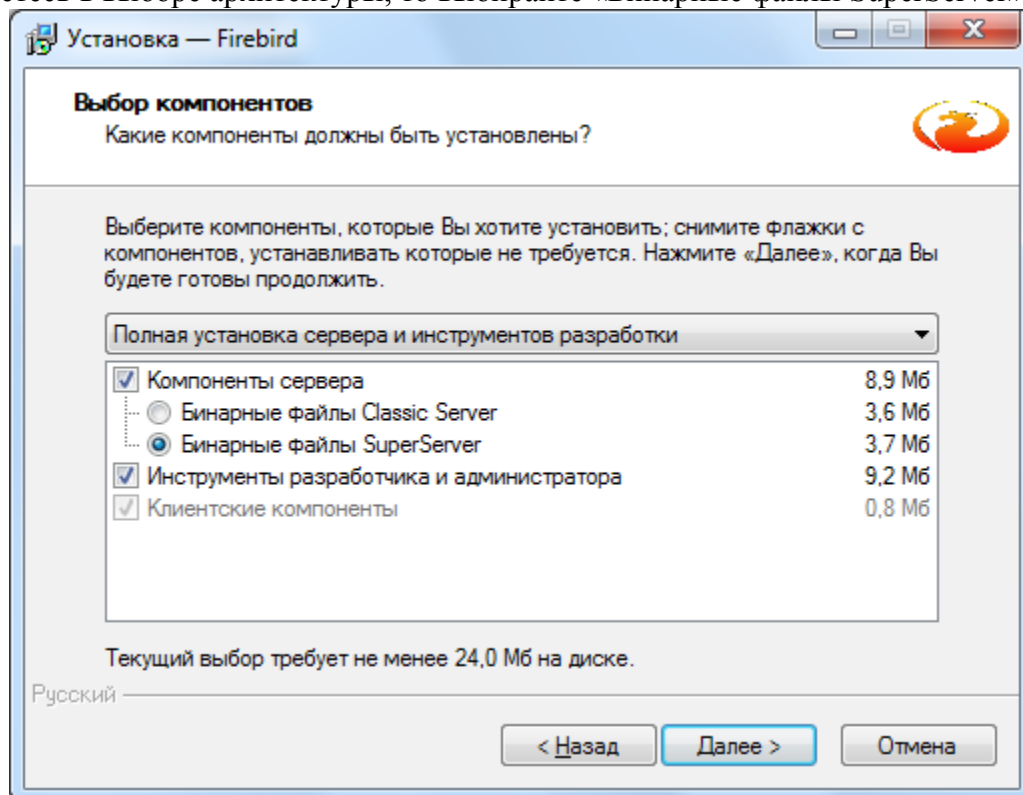

Рисунок 4 – Установка сервера базы данных, выбор типа
2.2.2.2 При установке сервера базы данных «Firebird» необходимо выбрать тип архитектуры устанавливаемого сервера «Firebird» (рисунок 4). Для этого необходимо выбрать из списка пункт «Полная установка сервера и инструментов разработки» и один из двух типов архитектур: «Бинарные файлы Classic Server» или «Бинарные файлы SuperServer».